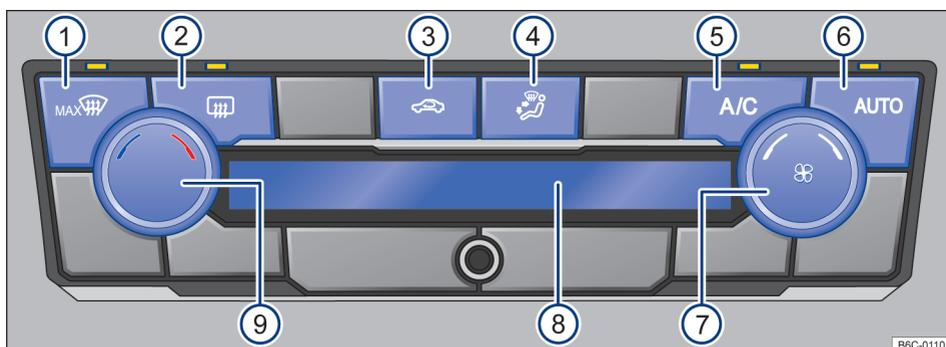

Fig. 85 Comandos do Climatronic.
- *Climatronic*: girar o regulador do ventilador para a esquerda até o batente → Fig. 85 .
Com o botão  → Fig. 85  é possível ligar o modo automático do Climatronic.
mático se desliga quando a ventilação é alterada manualmente ou com a alteração da distribuição de ar através do botão → Fig. 85  pressionar.
- *Climatronic*: girar o regulador rotativo esquerdo → Fig. 85 .
No display do Climatronic → Fig. 85  é indicada a temperatura ajustada.
- *Climatronic*: girar o regulador do ventilador → Fig. 85 (7).
- *Climatronic*: pressionar o botão → Fig. 85 (4) para posição desejada, a distribuição selecionada será indicada no display (8).
- *Climatronic*: pressionar o botão  → Fig. 85 (1).